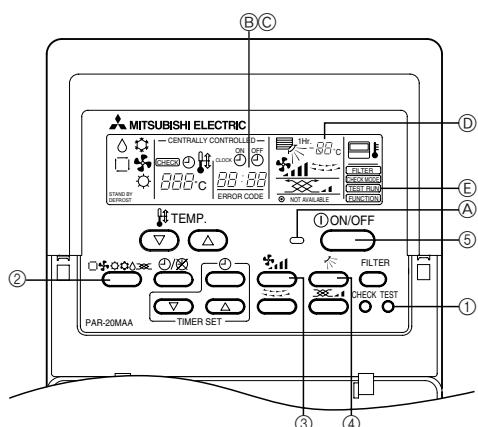

Fig. 6-1
6. Marche d'essai (Fig. 6-1)
| 3. Koelleidingwerk | 28 | 6. Proefdraaien (Fig. 6-1) | 33 |